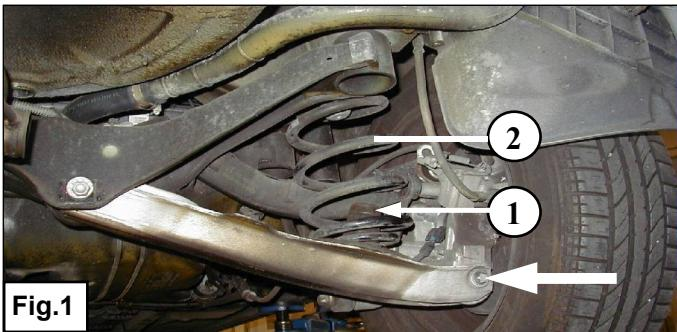

Fig.1
1. Unterstützen Sie den Tragarm und demontieren Sie den angegeben Bolzen. **Achten Sie darauf dass der Tragarm unter Federspannung steht.** Sehe Fig. 1.
1. Soutenez le bras de suspension et démontez le boulon indiqué. **Attention : le bras de suspension est sous tension.** Voir fig. 1.
1. Stötta upp bärarmen och demontera bulten enligt bilden. **Kontrollera så att bärarmen spänner emot fjädern.** Se fig. 1.